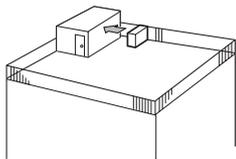

Fig. 2-3
- ① Anbring udblæsningen, så den vender imod den nærmeste væg og ca. 100 cm fra den. (Fig. 2-3)